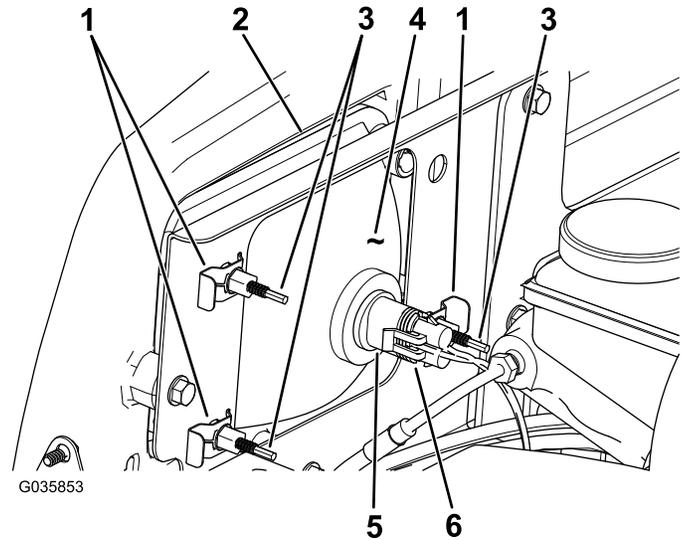

図 53
3. ランプアセンブリのコネクタから、ハーネス用のコネクタを外す 図 53。
4. ヘッドライトをヘッドライトブラケットに固定しているスピードクリップを外す 図 53。
5. ヘッドライトアセンブリ全体を前に押し出して、前バンパーから外す 図 53。
6. 取り付け穴に新しいヘッドライトを取り付ける 図 53。
8. ハーネス用のコネクタを、新しいランプアセンブリのコネクタに接続する 図 53。
2. ヘッドライトアセンブリの裏側部分にある調整ねじ 図 53を回してヘッドライトアセンブリの角度を変えてビームの方向を調整する。